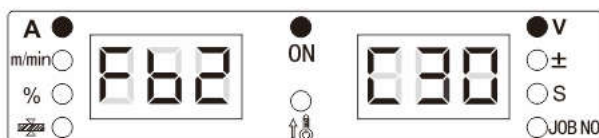

Рисунок 3-29. Отображение функции запроса модели сварочного аппарата FB0 на цифровых дисплеях
2. Поворотом регулятора панели управления установите выбор функции FB2 (см. Рисунок 3-29).